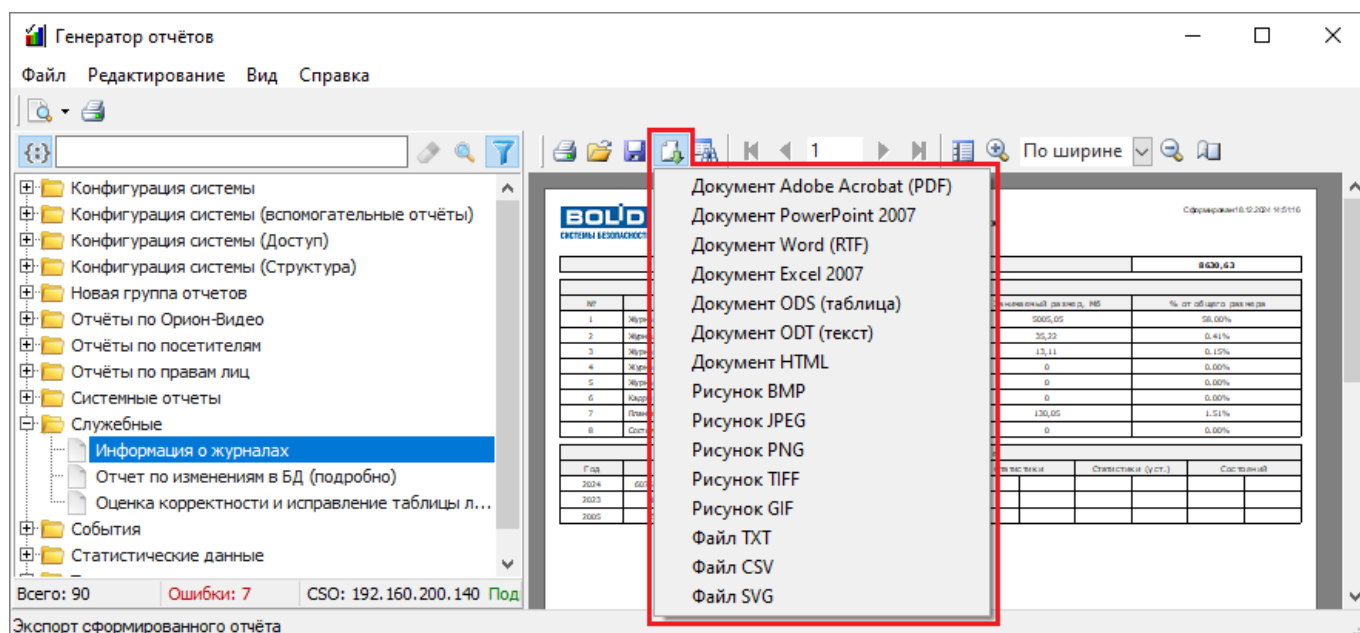

Рисунок 10-312 Выпадающее меню выбора формата файла для экспорта
- 1) нажмите кнопку  «Экспорт сформированного отчета» на панели инструментов предварительного просмотра (см. п. 10.5.4), после чего в появившемся выпадающем меню (см. Рисунок 10-312) выберите формат файла для экспорта;